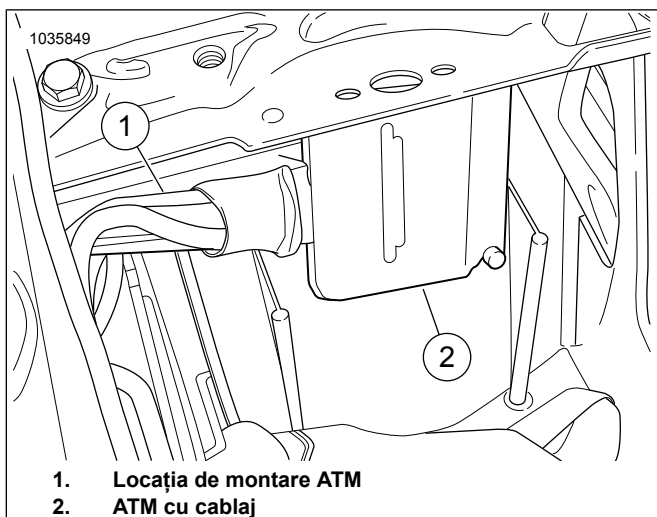

Figura 14. Locația de montare ATM
13. Consultați Figura 14. Curățați suprafața de montare cu tampon cu alcool. Îndepărtați cămașa părții adezive și montați banda de blocare dublă la ATM. Îndepărtați cămașa părții adezive a benzii de blocare dublă și montați ATM (1) în spatele compartimentului pentru baterii.